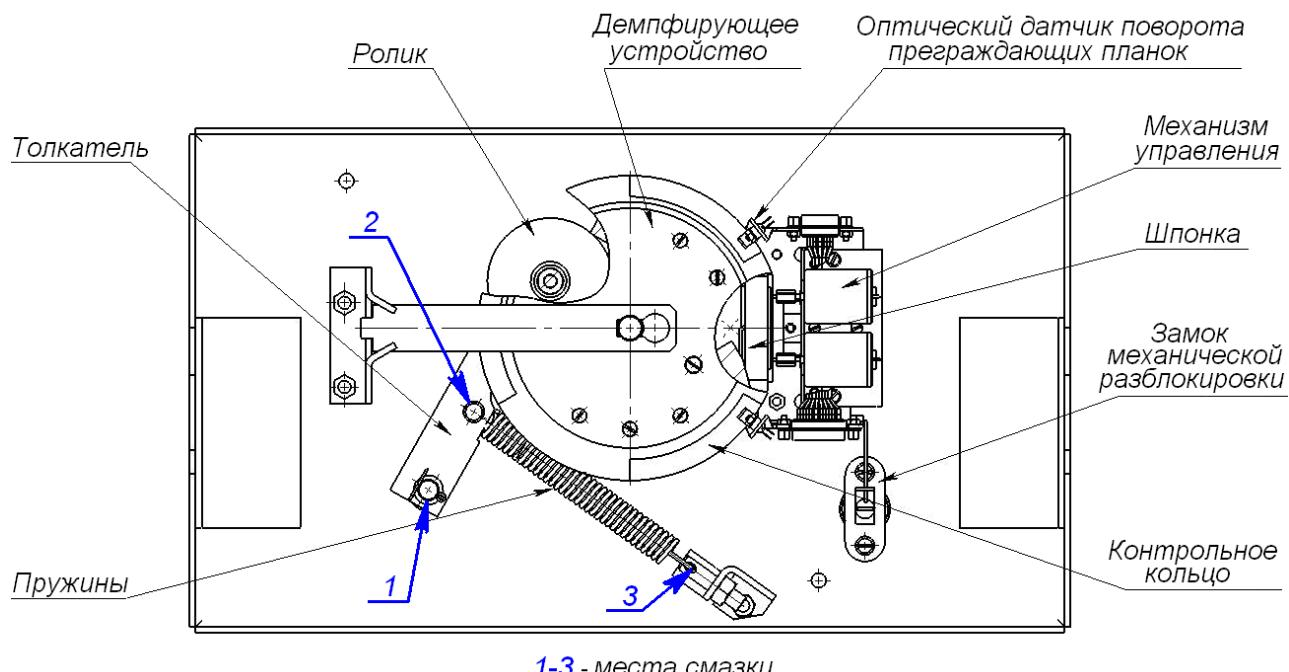

Рисунок 16. Расположение внутренних деталей и узлов стойки ЭП
2. Снимите крышку (3) в порядке, указанном в разд. 6, и положите ее на ровную устойчивую поверхность.
3. Осмотрите устройство доворота (толкатель, пружины и ролик), оптические датчики поворота преграждающих планок и демптирующее устройство (см. рис. 16).
- четыре втулки на устройстве доворота – две на оси вращения толкателя и две на оси крепления пружин, а также отверстия в деталях крепления пружин, по две - три капли масла в каждое место смазки (места смазки указаны на рис. 16);
- механизмы секретности замка механической разблокировки (7) и замка крышки (4) со стороны замочной скважины.